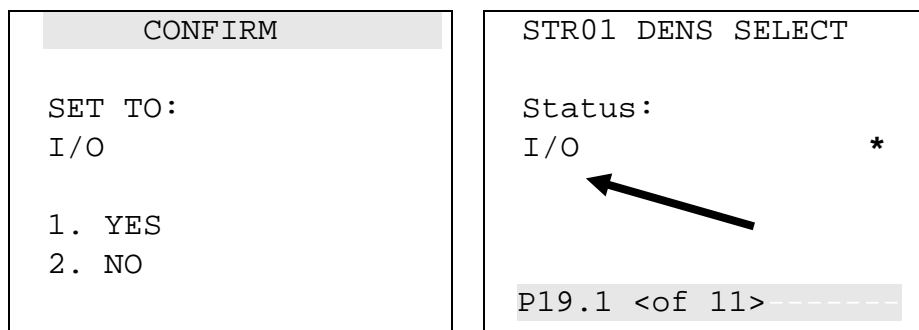

Abbildung 5-11. Ändern einer Anzeigeeoption
3. Drücken Sie eine numerische Taste, um einen Wert auszuwählen. Der linke Bildschirm in der *Abbildung 5-11* wird angezeigt.
4. Drücken Sie eine numerische Taste, um den ausgewählten Wert zu bestätigen. Der rechte Bildschirm in *Abbildung 5-11* zeigt den neuen Wert an.